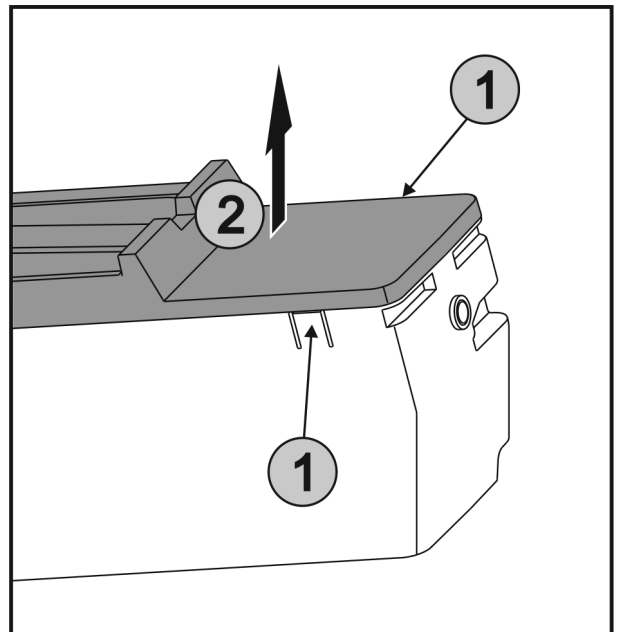

Fig. 41
- ▶ Premere contemporaneamente le linguette Fig. 41 (1) su entrambi i lati di EasyTwist-Ice e rimuovere la copertura sollevandola verso l'alto Fig. 41 (2).